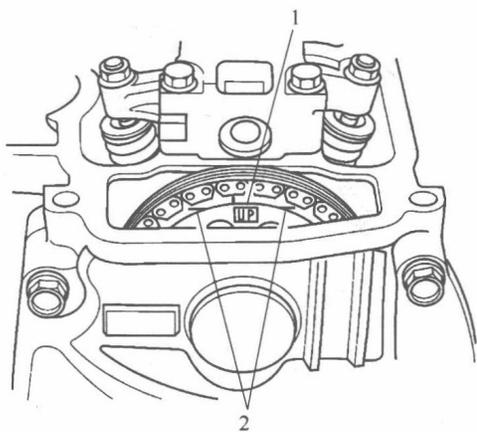

图 1-1-1
(1) 拆下发动机最上面的气缸盖罩。
(2) 使1号气缸活塞在上止点(TDC)位置。凸轮轴链轮上的“UP”标记1应在顶部,并且凸轮轴链轮上的TDC凹槽2应与气缸盖的顶部边缘对准,如图1-1-1所示。